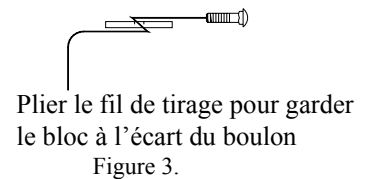

Figure 3.
①	Qté. (4)	Boulon de carrosserie 7/16-14 X 2.00 GR5	④	Qté. (4)	Écrou hexagonal 7/16-14
②	Qté. (4)	Espaceur	⑤	Qté. (4)	Fil de tirage
③	Qté. (4)	Rondelle conique
3. Enlever les quatre (4) écrous en plastique dans le bas du coffre qui fixent l'écran thermique en position. Tirer délicatement sur l'écran thermique pour obtenir un accès aux longerons. Remarque : l'écran thermique ne peut pas être enlevé.
5. À l'aide de fils de tirage, acheminer les espaceurs et les boulons de carrosserie en position (deux longerons). Accéder au trou situé à l'extrémité du longeron, avant la barre d'impact. Laisser le fil de tirage attaché aux pièces de visserie. Voir la figure 2A. Remarque : La manoeuvre sera facilitée si le boulon et l'espaceur ne sont pas engagés lors de leur insertion dans le cadre (voir l'illustration). Voir la figure 3.